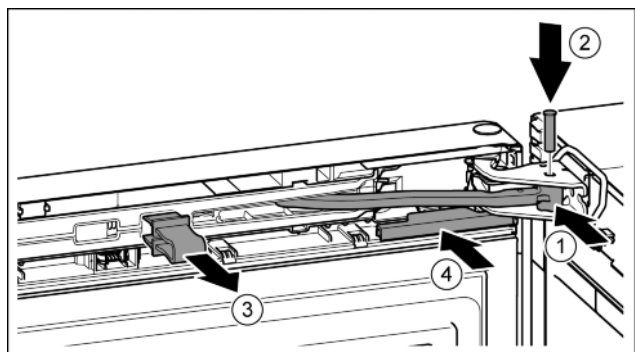

Fig. 24
- ▶ Повернуть шарнир в опорном кронштейне. Fig. 24 (1)
- ▶ Вставить палец в опорный кронштейн и шарнир. При этом следить за тем, чтобы выступ фиксатора занимал правильное положение в пазу. Fig. 24 (2)
- ▶ Снять предохранитель. Fig. 24 (3)
- ▶ Надвинуть крышку. Fig. 24 (4)